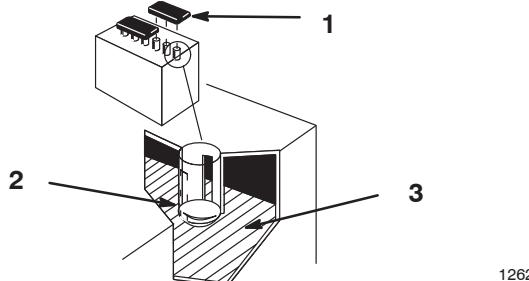

Bild 28
- Entfernen Sie die Verschlussdeckel. Wenn der Füllstand das untere Rohrteil nicht erreicht (Bild 28), füllen Sie genug destilliertes Wasser nach; siehe „Nachfüllen von Wasser in die Batterie“ auf Seite 29.
- Nehmen Sie die Verschlussdeckel ab (Bild 28).
- Gießen Sie langsam destilliertes Wasser in jede Batteriezelle, bis der Füllstand den unteren Teil des Rohrs erreicht (Bild 28).